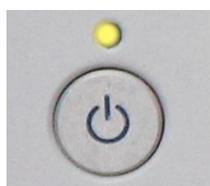

图 3.3 3986 前面板电源开关
**步骤 2.** 开机前请先不要连接任何设备到噪声系数分析仪，打开前面板电源开关，如图 3.3，开机后前面板电源开关上方的指示灯会由黄色变为绿色。